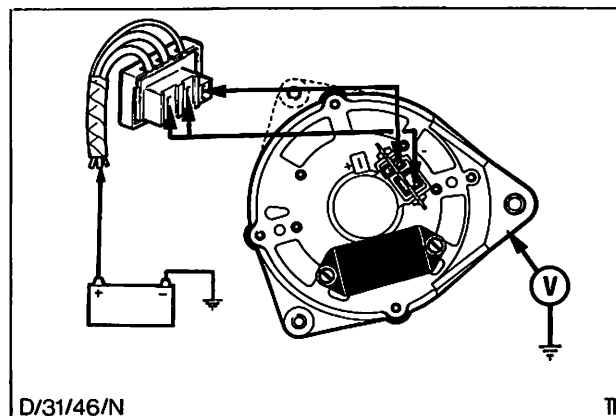

Abb. 13 Spannungsabfall im Minus-Teil des Ladestromkreises prüfen.
11. Testkabel und Voltmeter wie in Abb. 13 gezeigt anschließen, um den Spannungsabfall im Minus-Teil des Ladestromkreises zu prüfen.